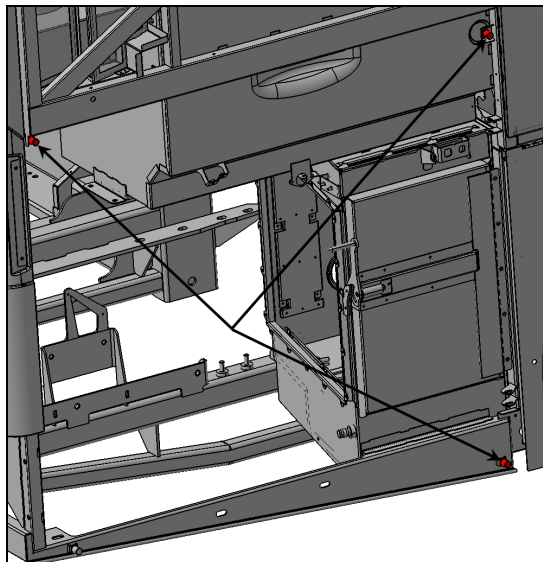
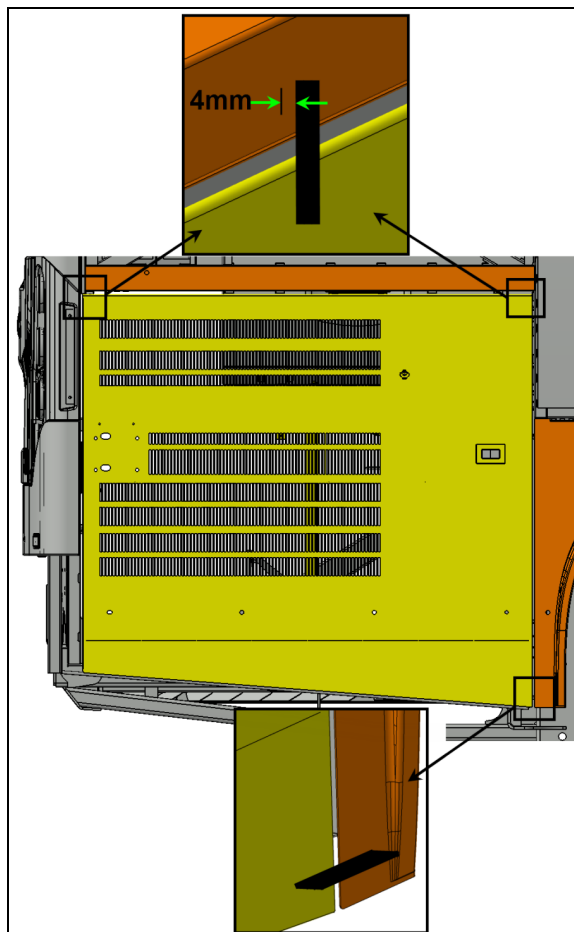

FIGURE 131:
FIGURE 132:
18. Visser ou dévisser les butées supérieures afin que la partie supérieure de la porte excède le panneau supérieur de  $5/32$ " à  $3/16$ " (4mm à 5mm) (Voir Figure 131: et Figure 132:).